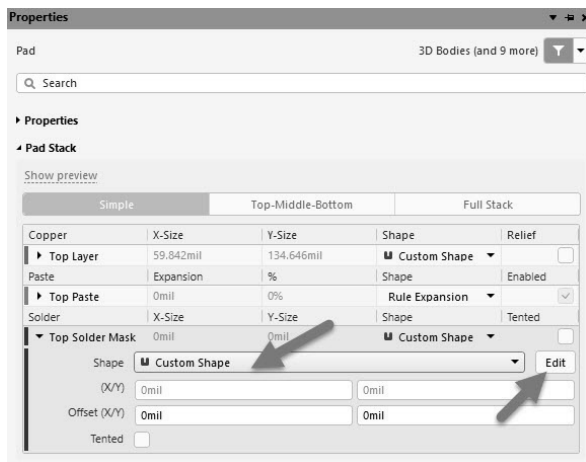

图 3-67 将基元设置为可编辑状态
(1) 选择需要处理的焊盘，打开 Properties 面板，从助焊层/阻焊层的 Shape 下拉列表框中选定 Custom Shape，并单击 Edit 按钮，将基元设置为可编辑状态，如图 3-67 所示。